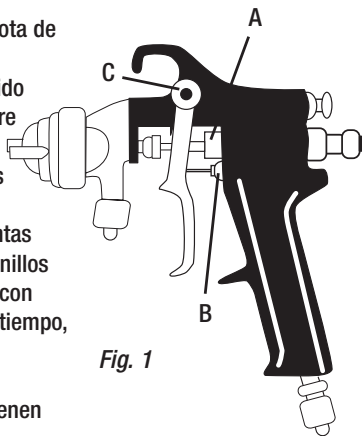

Fig. 1
1. Conecte la manguera según se ilustra en la Fig.1.
Vea la Fig. 1 para la ubicación de los puntos mencionados.